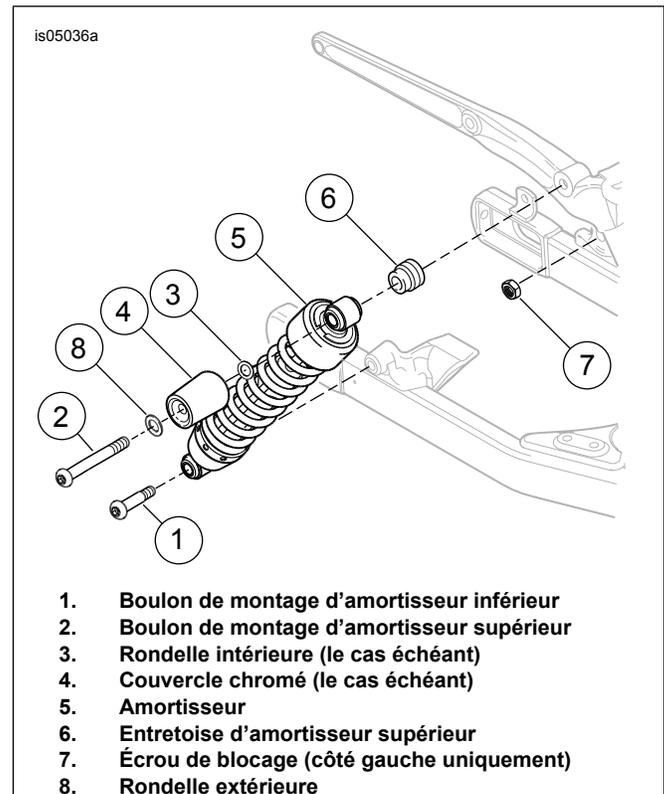

Figure 1. Retirer l'amortisseur de série (modèles de 2006 et 2007)
1. Voir Figure 1. Déposer le boulon de montage d'amortisseur inférieur (1) et l'écrou de blocage (7) (utilisé uniquement sur le côté gauche). Conserver l'écrou de blocage pour l'installation.
2. Retirer le boulon de montage d'amortisseur supérieur (2), la rondelle extérieure (8), le couvercle chromé (4), la rondelle intérieure (3), l'amortisseur (5) et l'entretoise (6).
3. Jeter les couvercles chromés (le cas échéant) et toute la visserie sauf l'écrou de blocage (7).